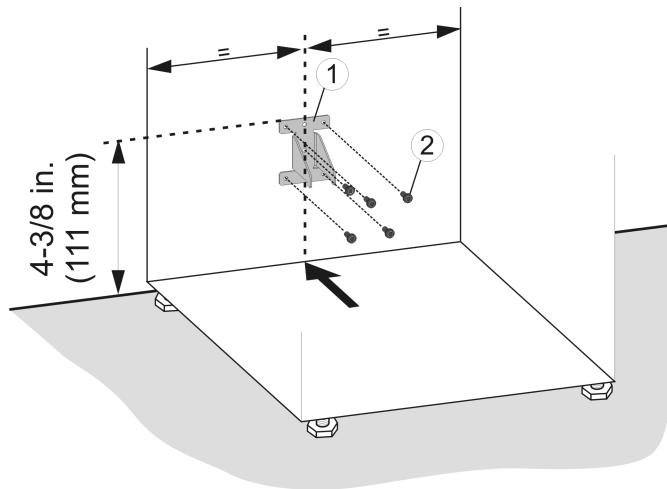

Fig. 34
- ▶ Installer la sécurité anti-basculement Fig. 34 (1) en utilisant des vis Fig. 34 (2) appropriées.